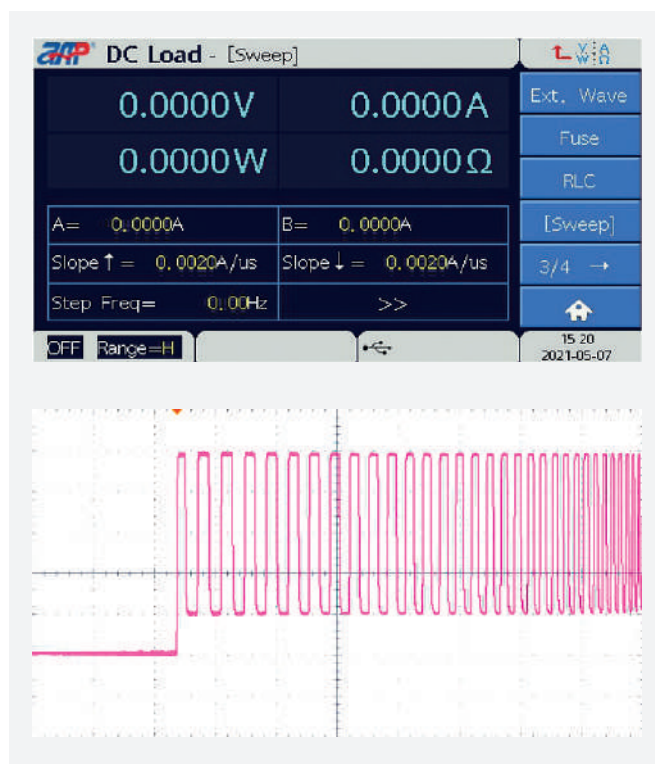

Рис. 22. Режим качания частоты
**Режим качания частоты (Sweep mode).** Режим нагрузки, позволяющий сформировать динамическую развертку частоты. В процессе работы пользователь определяет такие параметры, как ток нагрузки A и B, нарастание/спад тока, начальная и конечная частота (от 0,01 Гц до 50 кГц), продолжительность шага, шаг частоты (рис. 22).